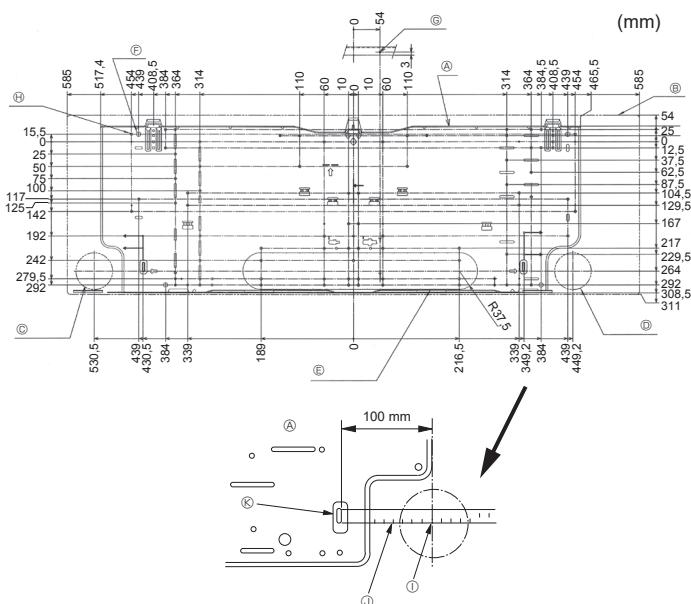

Fig. 3-2
①	Monteringsplade	1	Fastgør på enhedens bagside
②	Pladeskrue 4 x 25	7
③	Filtbånd	2
④	L-formet forbindelsesrør	1
⑤	Påfyldningsmøtrik	1
⑥	* Trådløs fjernbetjening	1
⑦	* Remocon-holder	1
⑧	* Alkaline-batterier (størrelse AAA)	2
⑨	* Pladeskrue 3,5 x 16	2
⑩	Afstandsstykke	1	Brug indpakningsmateriale
3.2. Installation af vægbeslaget (Fig. 3-2)